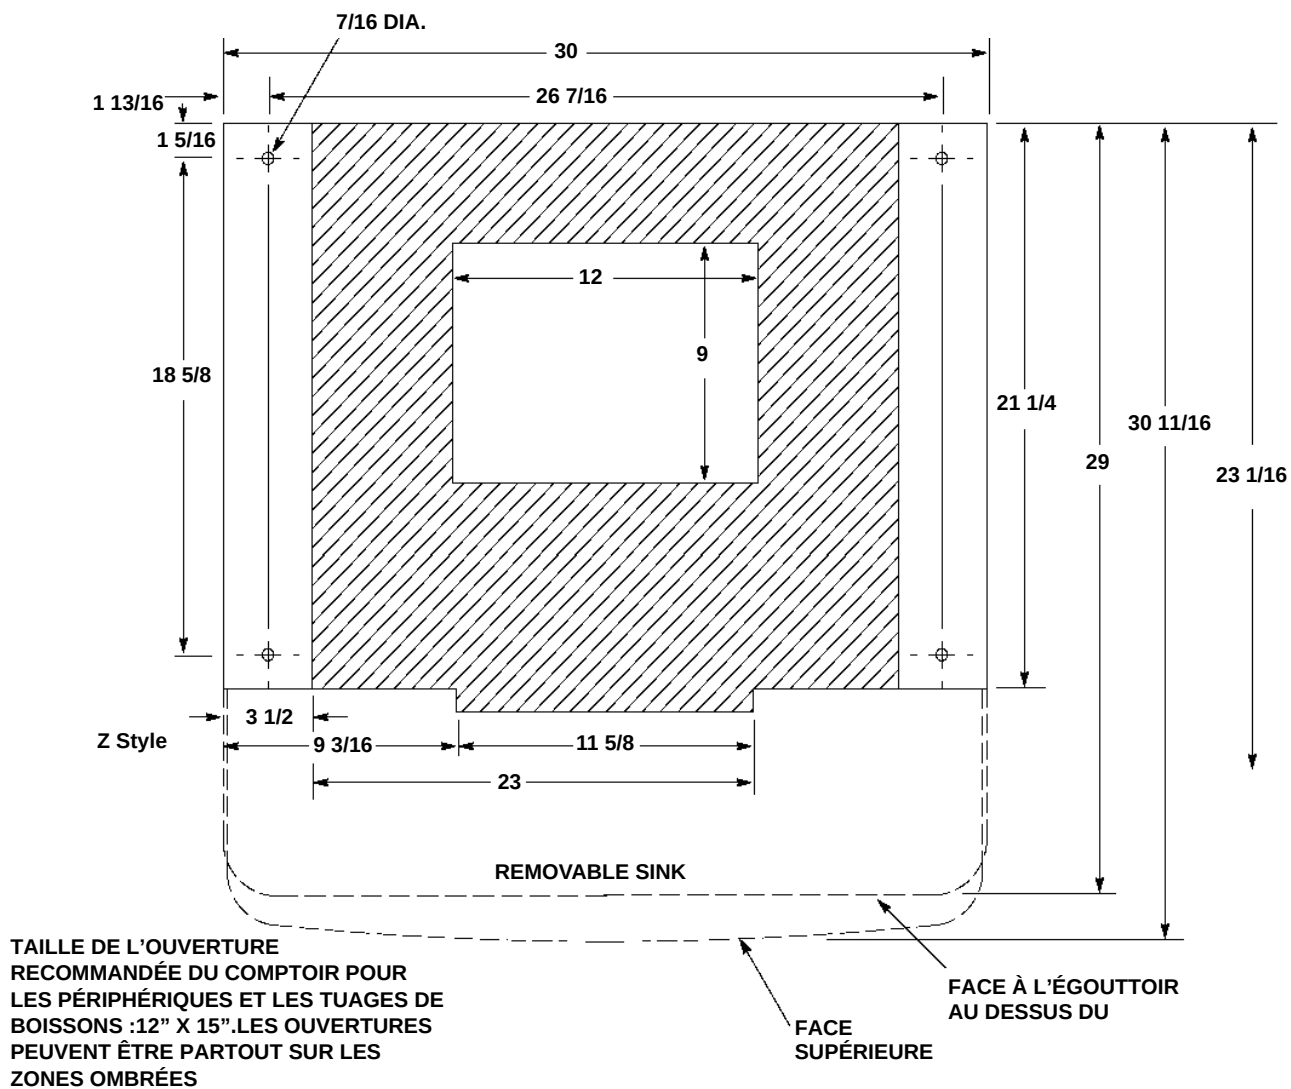

FIGURE 3. GABARIT DE MONTAGE
- B. MONTAGE DU COMPTOIR Le distributeur de glace doit être scellé au comptoir. Le gabarit de montage (voir figure 3 ou 4 selon) montre où les ouvertures doivent être faites dans le comptoir. Repérer la position désirée pour le distributeur, puis marquer les cotes extérieures sur le compteur avec les gabarits. Faire les ouvertures dans le comptoir.
2. Les tubes pour boisson, le tube d'évacuation et le cordon d'alimentation sont amenés par des ouvertures à la base de l'ensemble. Voir GABARIT de MONTAGE (voir figure 3 ou 4 selon), pour trouver l'ouverture adéquate dans le comptoir pour ces lignes de service.